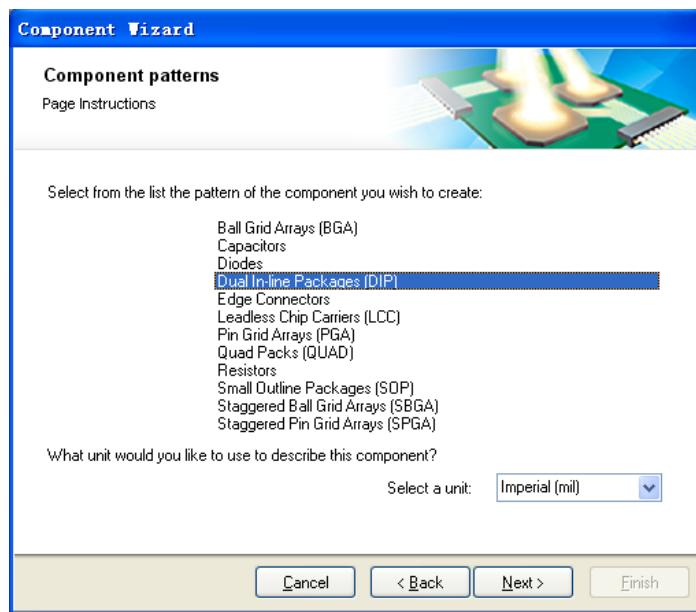

图5-4封装模型与单位选择
- (2) Components Primitives区域列出了属于当前选中元器件的图元。单击列表中的图元，在设计窗口中加亮显示。
- (3) 在 Component Primitives 区域下是元器件封装模型显示区，该区有一个选择框，选择框选择那一部分，设计窗口就显示那部分，可以调节选择框的大小。
- （2）对所用到的选项进行设置，建立DIP20封装需要如下设置：在模型样式栏内选择Dual In-line Package (DIP) 选项（封装的模型是双列直插），单位选择Imperial (mil) 选项（英制）如图5-4所示，按Next按钮。